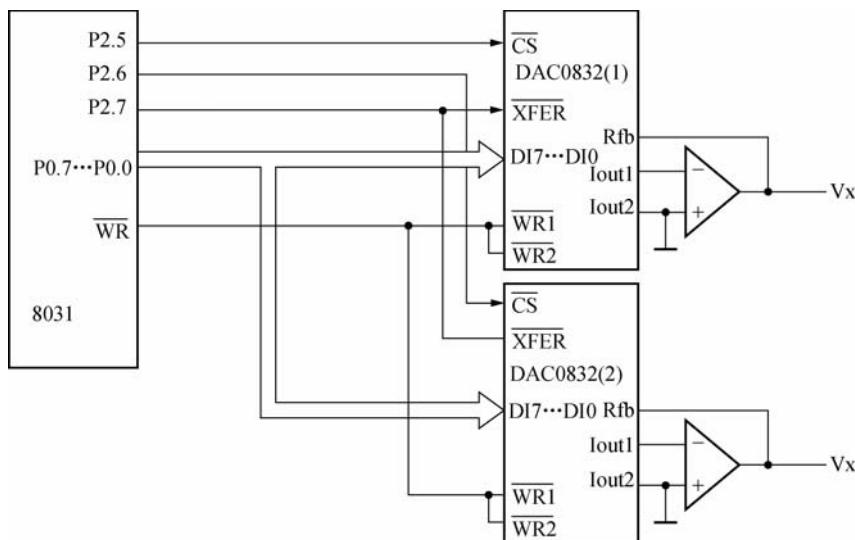

图6-22 DAC0832与单片机的双缓冲方式连接电路
(1) CPU 分时向各路 D/A 转换器输入要转换的数字量并锁存在各自的输入寄存器中。
(2)CPU对所有的D/A转换器发出控制信号,使各路输入寄存器中的数据进入DAC寄存器,实现同步转换输出。图6-22为两片DAC0832与8031的双缓冲方式连接电路,能实现两路同步输出。
在图6-22中,用P2.5作为IC2的输入寄存器片选,则IC2第一级输入寄存器的地址为DFFFH,P2.6作为IC3的输入寄存器片选,它的地址为BFFFH,IC2和IC3的DAC寄存器(第二级)的传输控制端XFER都采用P2.7来选通,它们的地址都是7FFFH。DAC0832的输出分别接示波器的X、Y偏转放大器。设X、Y偏转数字量分别存放在内部RAM Data单元,同步输出X、Y偏转信号的子程序如下: